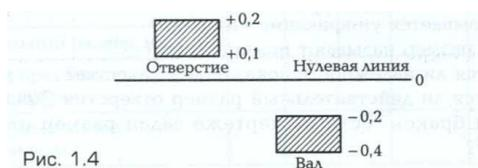

Рис. 1.4
9. Укажите, какая посадка изображена на рис. 1.4: